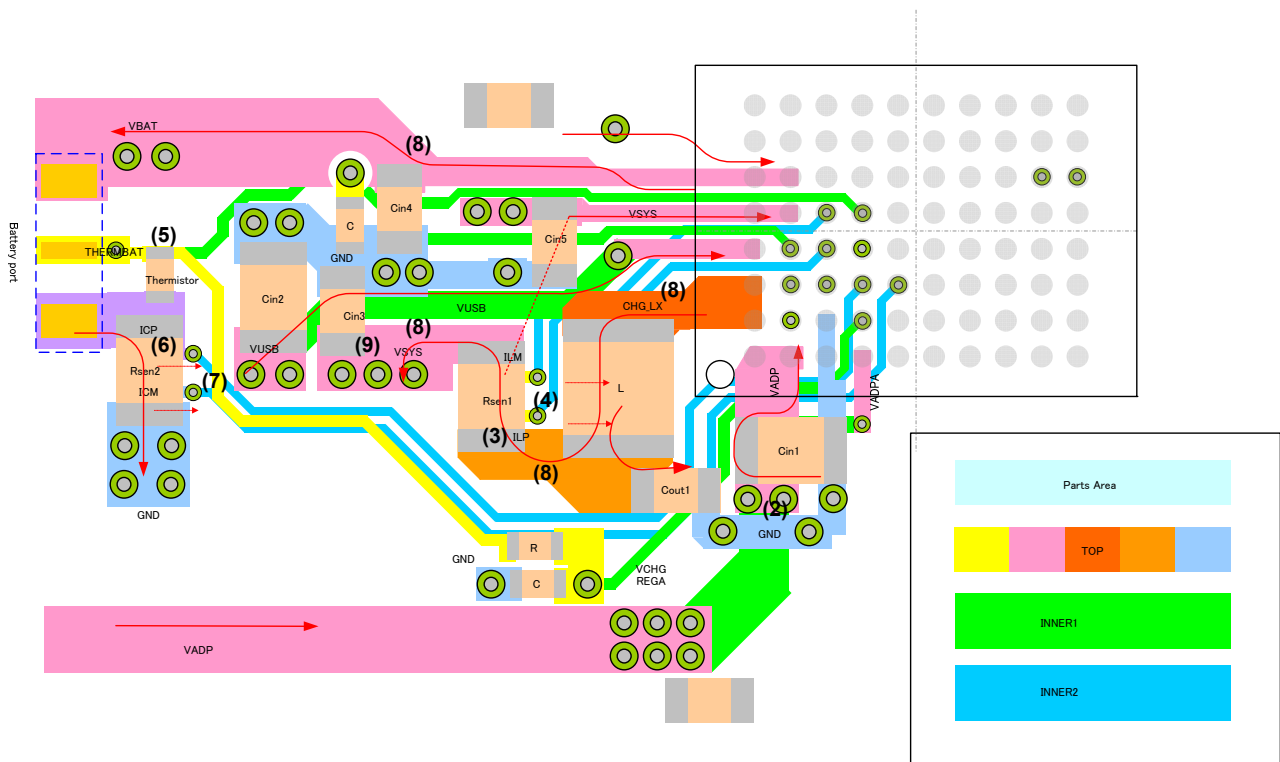

图. 1-4: 充电(Charger)模块版图绘例
- (1) 放置这些元件时要使得开关电流环路面积最小化。(图 1-4: 红线)。
- (2) 将“VADP”电容放置于距 RC5T619-1xxx 尽可能近的位置，并且使其与 RC5T619-1xxx 之间的连接线尽量短与宽以减小寄生阻抗。
- (3) 因为“R_{SEN1}”是确定电流精确度的电阻，所以请使用尽可能高精度的电阻。(参考“推荐外部器件表” P.11)。并且，需要将 R_{SEN1} 以尽可能低阻抗连接到“Cout”。
- (4) 将“ILP”与“ILM”直接从“R_{SEN1}”的 PAD 拉出。因为是差分信号，所以两条线间距要一致。且不要与其他噪声线平行布线。
- (5) 将热敏电阻端以尽可能低的阻抗直接连到“THERMBAT”端口以免降低检测精度。
- (6) 因为“R_{SEN2}”是确定充电电流精确度的电阻，所以请使用尽可能高精度的电阻(参考“推荐外部器件表” P.11)。此外，需要将 R_{SEN2} 以尽可能小的阻抗连到电池负极。
- (7) 将“ICP”与“ICM”直接从“R_{SEN2}”的 PAD 拉出。因为是差分信号，所以两条线间距要一致。且不要与其他噪声线平行布线。
- (8) 因为“CHG_LX”至“V_{SYS}”，“V_{BAT}”至电池正极与“ICP”至电池负极这三条线路需要走大电流，请将这几条线绘制的尽量短而粗。
- (9) 请将电容连接于经过了“R_{SEN1}”的 ILM 一侧而不是直接连到“V_{SYS}”。